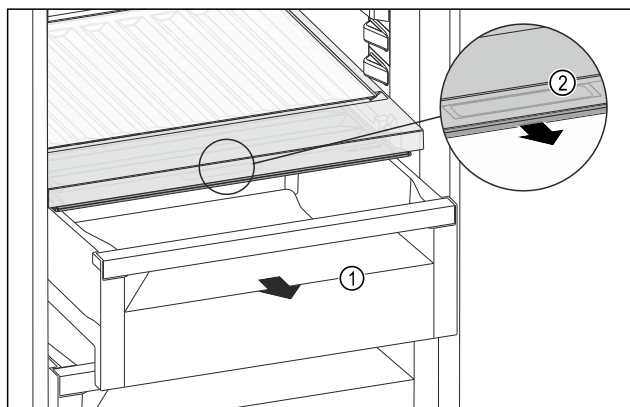

Fig. 100
- Dra ut utdragslådan Fig. 100 (1).
- Ta tag i fördjupningen Fig. 100 (2) på facklocket och dra samtidigt facklocket framåt.